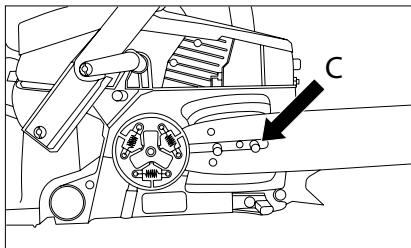

Rys. 4
- Ustaw osłonę hamulca łańcucha w pozycji roboczej, pociągając dźwignię do siebie. Upewnij się, że łańcuch obraca się wokół prowadnicy (rys. 4).